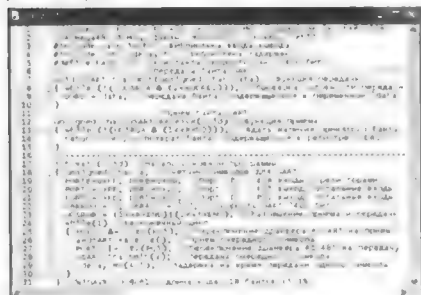

рис. 59
- 2) Создать новый проект «Project—New project», и откорректировать строки файла «set52.prj» согласно рис. 59.